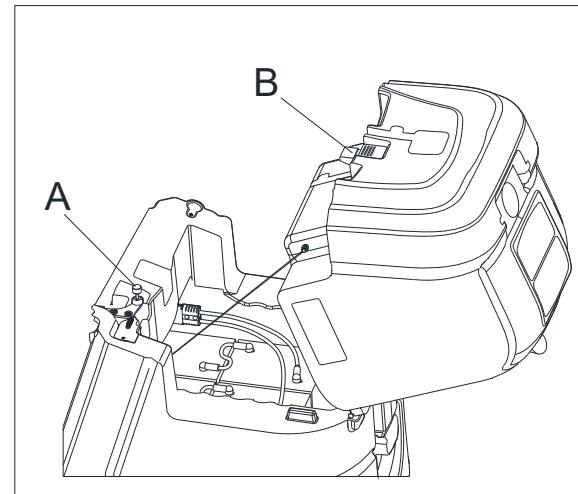

Abbildung 5
- Drehen Sie den Sitz um, drücken Sie die Verriegelung (wie in Abbildung 5, B) und drehen Sie dann vorsichtig den Schmutzwassertank (15, Abbildung 1) um.
Stellen Sie sicher, dass die Handschutzvorrichtung (wie in Abbildung 5, A) zum Umdrehen des Schmutzwassertanks in der richtigen Position ist, um die Sicherheit zu gewährleisten, wenn Sie den Schmutzwassertank umdrehen.